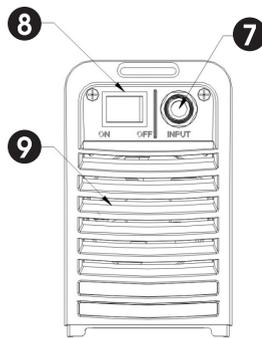

рисунок 2
• Задняя контрольная панель (см. рис. 2).
- (7) Кабель питания.
- (8) Выключатель. ON/OFF.
- (9) Вентилятор.